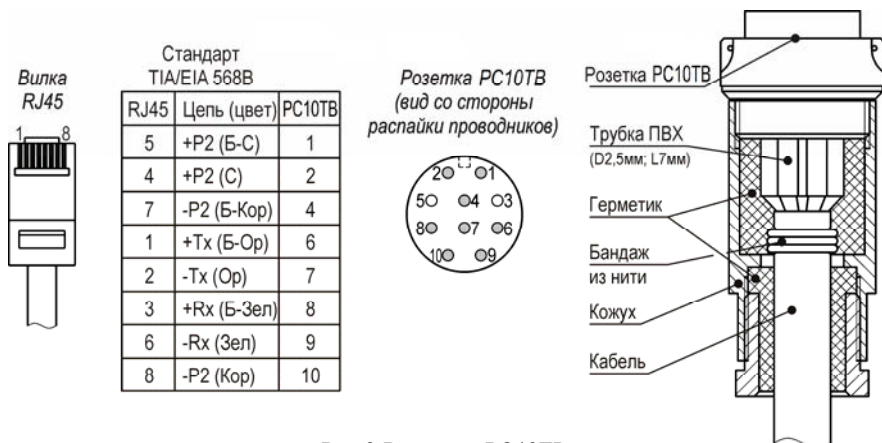

Рис.3 Распайка PC10TB
1. Распаять ответную часть разъема PC10TV согласно требованиям к электромонтажу в соответствии с рис.3. После распайки разъем заполнить герметиком кремнийорганическим.